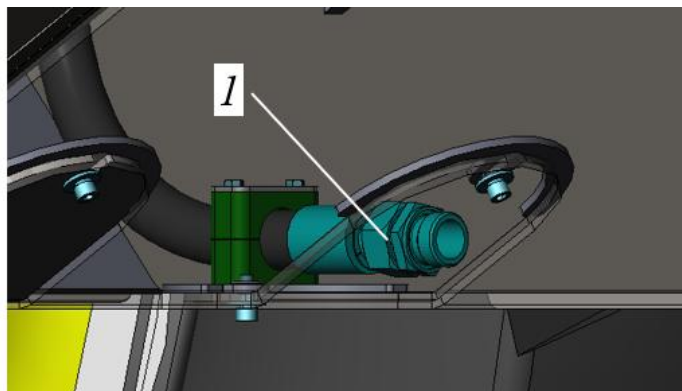

Рисунок 5.56. Кран для слива масла с гидравлического бака
- ▶ Из комплекта ЗИП на кран 1, рис. 5.56 установить г-образный отвод (отвод на рисунке не показан).